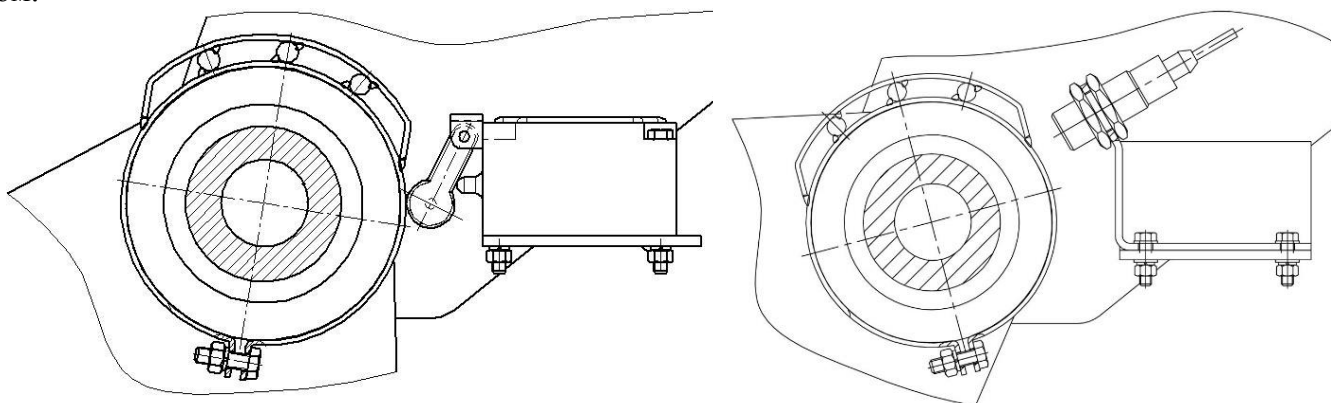

Рис. 6.4.11
4. Поднимите раму до отказа и убедитесь в том, что выключатель отжат и ролик не касается поверхности наклонного выступа кулачка (См. рис. 6.4.11). В транспортном положении выключатель должен быть полностью отжат, а индукционный датчик не должен находиться рядом с выступом.
ЭТО ВАЖНО: Конструкция концевого выключателя подразумевает две пары контактов при подключении электропровода к нему. Одна пара работает на замыкание контактов, другая на размыкание. При подключении электропроводов нужно использовать пару контактов, работающую на размыкание. То есть в рабочем положении посевного комплекса при севе (рис.6.4.11) контакты концевого выключателя должны быть разомкнуты.